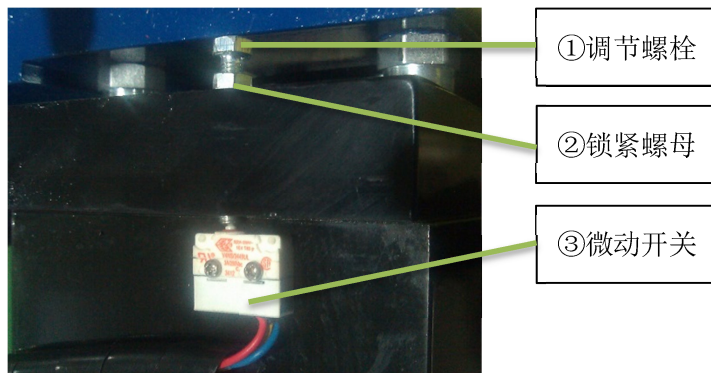

图 10 顶杆机构组成部分
制动器顶杆机构由调节螺栓①，锁紧螺母②、微动开关③组成，见(P4 图 10)所示。制动器顶杆机构行程的调整，通过调整调节螺栓位置改变顶杆行程的大小来保证微动开关的可靠动作。